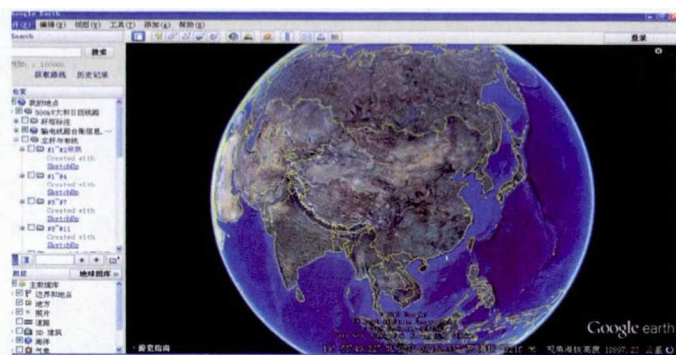

图7 Google Earth软件界面
1) 打开Google Earth软件,界面如图7所示。Google Earth的操作窗口主要分为3部分,最上面的工具栏中提供(隐藏/显示侧栏)、(添加地标)、(多边形)和(测量)等工具。左侧的侧边栏提供有“搜索”“位置”和“图层”工具,右侧窗口则是卫星地图的预览和操作区。在搜索框中键入地名或经纬度坐标,按<Enter>键后,地球会自
动旋转并定位到目标地点,位置设置区用来保存和管理地标文件,可以新建分类文件夹对地标文件进行管理,如图7中位置区的“杆塔标注”、“输电线路台账信息”;层设置面板中提供了大量各种类型的兴趣点,可以根据需要选择兴趣地区是否在当前地图范围中显示,兴趣地区包括地形、道路、边界、建筑、海洋等。